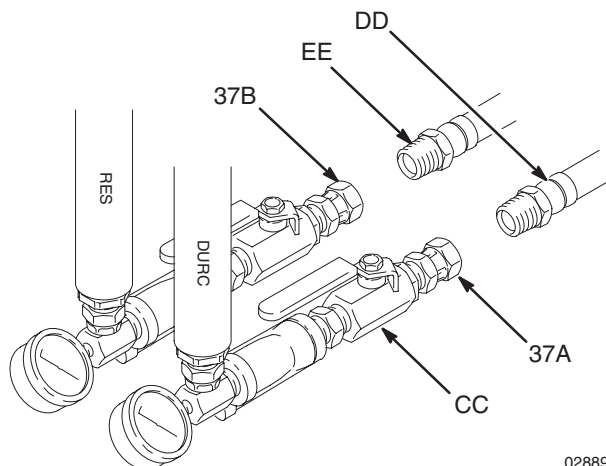

Fig. 6
1. Brancher le flexible d'alimentation de résine (EE) sur le raccord tournant d'entrée 3/4 npt (37B) pour le bas de pompe à résine. Voir Fig. 6.
2. Pour le bas de pompe à durcisseur, brancher le flexible d'alimentation de durcisseur (DD) sur le raccord tournant d'entrée 3/4 npt (37A). Voir Fig. 6.